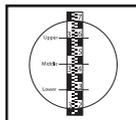

Fig.7
- Compruebe la lectura de la estadal en el lugar donde la línea vertical del retículo la cruza. Con estadales métricos es usual calcular con 1 mm de margen. La lectura de altura mostrada en la Fig.7 es 3,456 m.
- Por ejemplo, en la Fig.7 estas lecturas son de 3,601 m y 3,309 m, por consiguiente la distancia entre el instrumento y el estadal es: $(3,601 \text{ m} - 3,309 \text{ m}) \times 100 = 29,2 \text{ m}$.